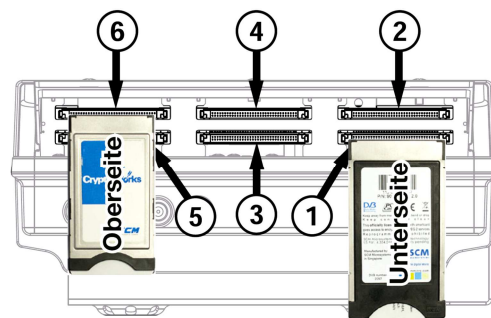

Abb. 5: CA-Module in CI-Schächte einsetzen
Gefahr der Beschädigung der CI-Schächte. Setzen Sie die CA-Module (CAM) in die Schächte ②/④/⑥ mit der **Oberseite** nach oben ein, in die Schächte ①/③/⑤ mit der **Unterseite** nach oben (Abb. 5). Beachten Sie auch die dem CAM beigelegten Informationen.
2. Setzen Sie die CA-Module gemäß dem Beispiel in Abb. 5 ein.